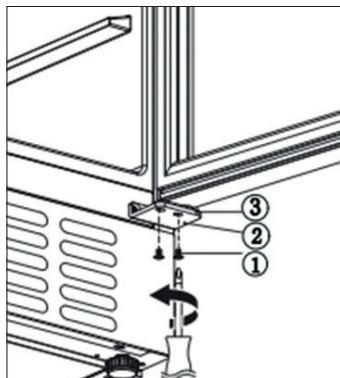

Рис. 1
- Выкрутите два винта ① из правой нижней петли ② (Рис. 1).